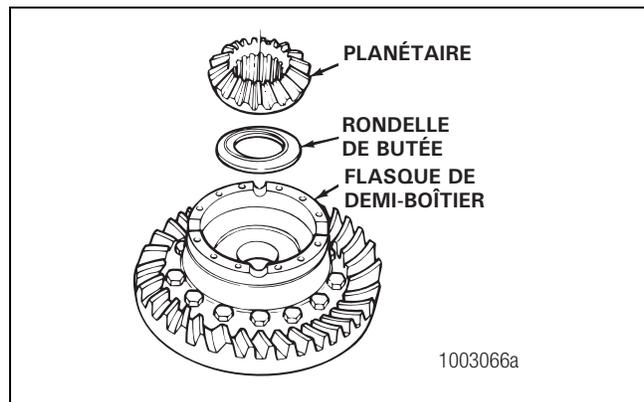

Figure 5.42
- Installer une rondelle de butée et un planétaire dans le demi-boîtier. Figure 5.42.